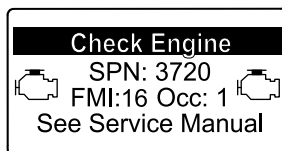

Figura 52
- Avvertenza motore SPN 3720, FMI 16 (Figura 52)